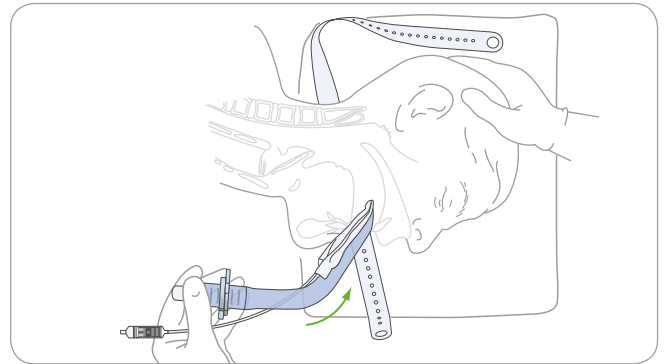

図 10.口蓋に対する圧力を維持して、カフを口腔内にさらに押しつけます。
8. 図 10 に示すように上部の歯あるいは歯肉の内側に対して遠位端を押し当てます。